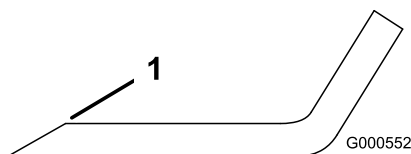

Figure 94
1. Au moyen d'une lime, aiguissez les tranchants aux deux extrémités de la lame (Figure 94).
Remarque: Si la lame est déséquilibrée, limez un peu l'extrémité de l'ailette seulement (Figure 94).